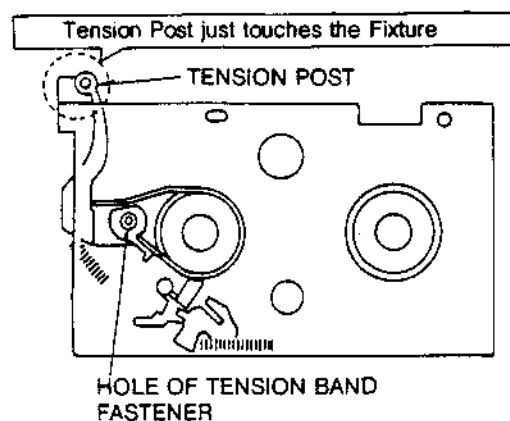

Fig. 2-3
- Die Referenzplatte in das Laufwerk setzen und den Imbusschlüssel in das Loch der Bandspannungsklemme Pos. 11(1) stecken, wie in Fig. 2-3 angegeben.
- Die Bandspannungsklemme mit dem Imbusschlüssel so einstellen, daß der Stift des Bandspannungsreglers Pos. 11(1) gerade das Spannstück der Referenzplatte berührt.